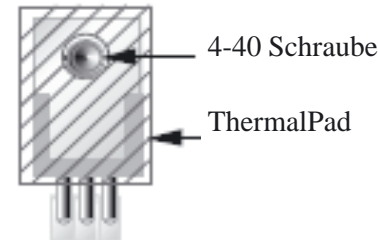

Figure 6-32
- [] Platzieren Sie selbsthaftende Silikonunterlegscheiben oben auf Q7 und Q8, wie in Fig. 6-32 zu sehen, wobei das Loch im pad über das Loch in der Transistor-Kühlfahne zentriert wird. Die Klebeseite muss mit dem Transistor Kontakt haben.